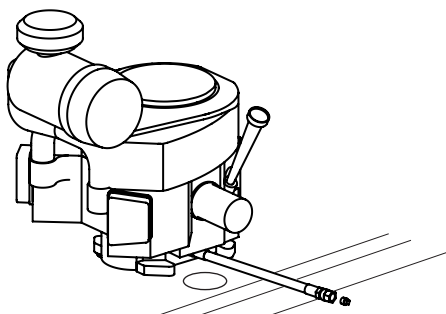

Figure 21
2. Localisez le tuyau de vidange d'huile sur le moteur (Figure 21).
4. Tout en maintenant l'extrémité libre du tuyau de vidange d'huile au-dessus du récipient de collecte d'huile, dévissez le bouchon à tête carrée de l'extrémité du tuyau (Figure 21). Vidangez l'huile moteur dans le récipient de récupération d'huile.